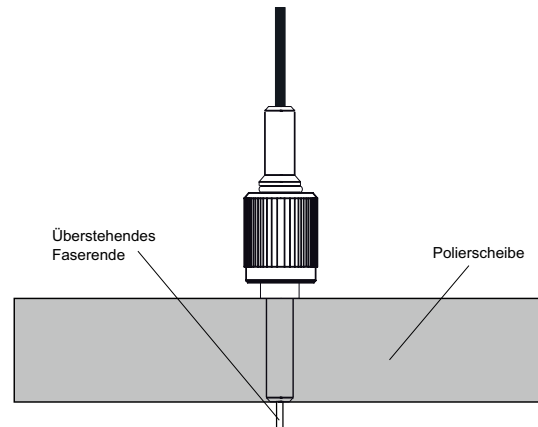

Bild 6 Polierscheibe mit Führung des Steckverbinders
- Den F-SMA Steckverbinder in die Polierscheibe (s. Bild 6) stecken und das überstehende Faserende mittels Polierbogen auf einer glatten Unterlage (z.B. Glasscheibe) abschleifen.